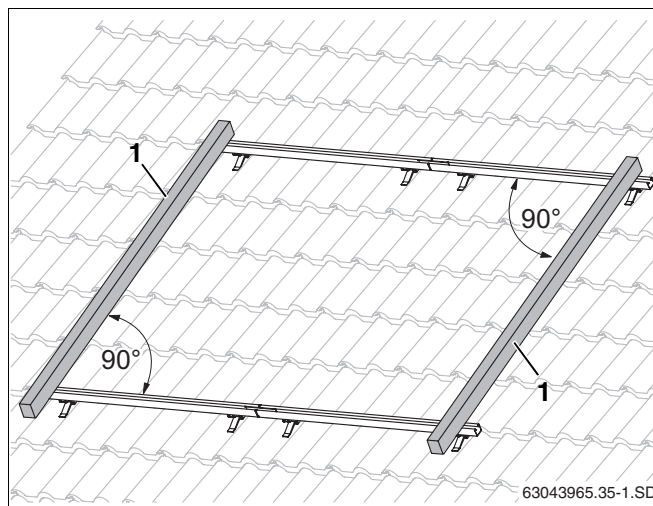

Fig. 33 Positionnement des rails profilés
- Positionner les rails profilés supérieurs et inférieurs latéralement en ligne et horizontalement les uns par rapport aux autres (fig. 33, utiliser un niveau à bulle).
Mesurez les diagonales ou poser par ex. une latte (fig. 33, **pos. 1**) aux extrémités des rails profilés. L'angle entre la latte et le rail doit être de 90°. Positionner les rails profilés par rapport aux perforations longitudinales.